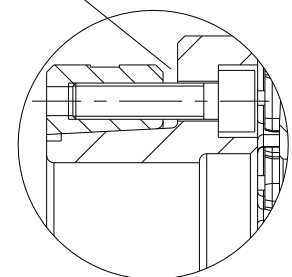

Bild 6: Blockmontage
- Zwischen Nocken- bzw. Taschenteil und Spannring darf nach dem Anziehen aller Spannschrauben kein Spalt mehr vorhanden sein (siehe Bild 6).